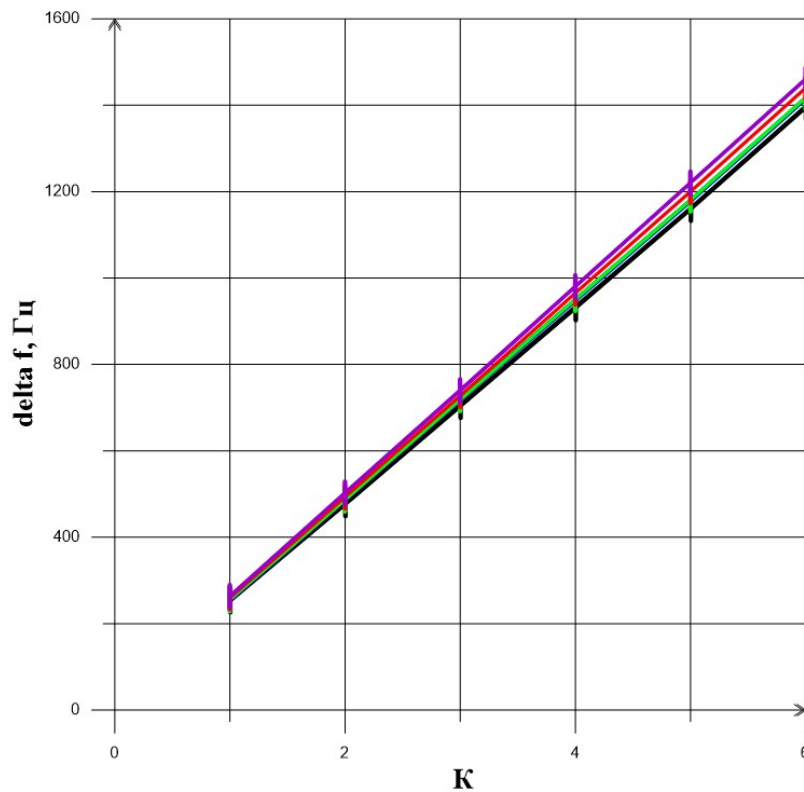

Рисунок 5
б) Полученные результаты изобразим на графике (см. рис. 5), откладывая по оси абсцисс номер резонанса k , а по оси ординат — разность между частотой последующих резонансов и частотой первого резонанса: $f_{k+1} - f_1$. Через полученные точки проведем наилучшую прямую. Угловой коэффициент прямой определяет величину $c/2L$ (см. формулу (5)), где $L = (740 \pm 1)$ мм. Вычислим значение скорости звука. Оценим ошибку измерений.